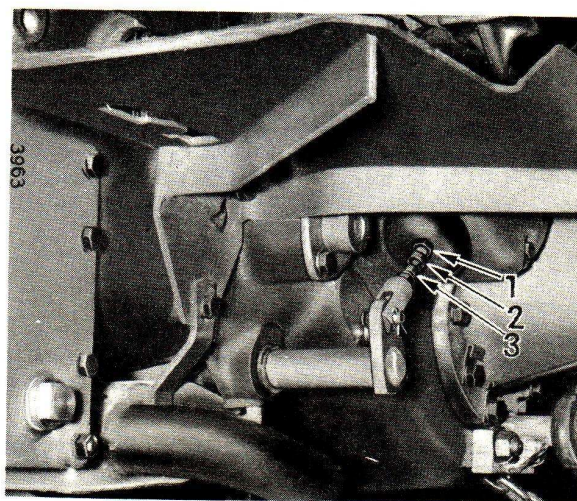

Fig. 63.- Mécanisme des freins côté gauche
Pour régler les freins, desserrez les écrous de blocage (1) et (3) fig. 63, et tournez les tringles de commande (2) vers la droite.
Fig. 63 bis